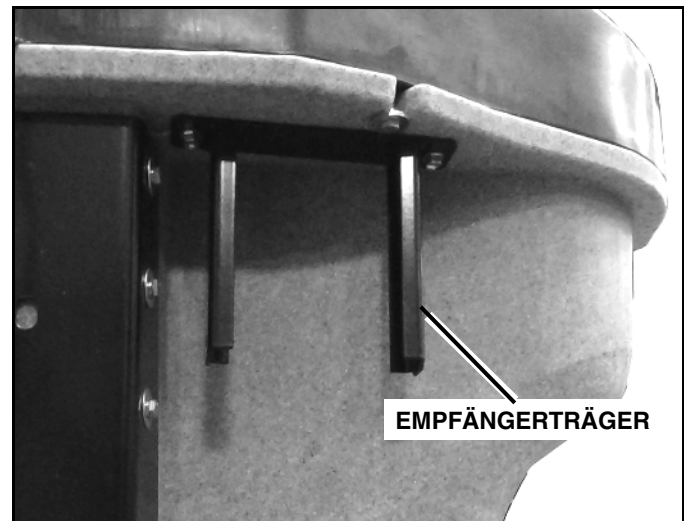

Abb. 1-7
2. Entnehmen Sie den Empfängerträger aus der Verpackung, und montieren Sie ihn unter die obere Lippe des Verteilertrichters auf der Fahrerseite (Siehe Abb. 1-7).